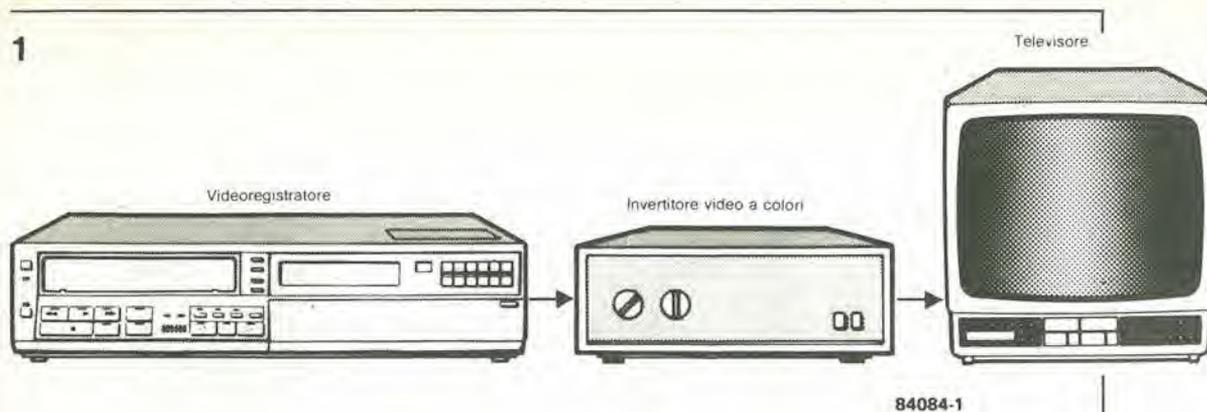

Figura 1. Se collegato tra un registratore video ed un televisore, l'invertitore può essere usato per ottenere effetti "curiosi" sullo schermo.
L'accordatura di uno strumento musicale viene effettuata alla frequenza fondamentale, cosicché se, per esempio, deve essere accordata una corda di un pianoforte, la sua frequenza fondamentale viene confrontata con la frequenza emessa dall'oscillatore di riferimento del diapason. Questo procedimento origina due problemi: (1) l'onda fondamentale deve essere estratta per filtrazione dal suono composto generato dalla corda del pianoforte e, (2), il comparatore di frequenza funziona esclusivamente con onde rettangolari, perciò la nota dovrà essere convenientemente convertita. Un tipico suono composto è illustrato nella parte alta della Figura 1; la metà inferiore di questa figura mostra gli impulsi rettangolari che risultano quando il suono viene applicato ad un circuito di trigger. La serie irregolare di
Figura 1. Il suono della musica consiste in una miscela della frequenza fondamentale con determinate armoniche, e la composizione di questa miscela differisce da uno strumento all'altro. Un circuito di trigger converte il segnale in una serie irregolare di impulsi rettangolari.
Un esempio di trasformatore di bilanciamento è illustrato in Figura 1: nella parte 1a, questo componente consiste in due spezzoni di cavo d'antenna a piattina, mentre in 1b vengono usati due spezzoni di cavo coassiale. In entrambi i casi, gli spezzoni di cavo sono lunghi un quarto della lunghezza d'onda, e sono collegati in parallelo ad una estremità ed in serie all'altra. Le due proprietà più importanti di un simile balun sono la trasformazione dell'impedenza e la trasformazione della
Figura 1. Qui è illustrato il principio del trasformatore di bilanciamento: (a) usando un cavo bilanciato e (b) usando un cavo coassiale. Z è l'impedenza caratteristica del cavo usato.
L'impiego dell'invertitore per la modifica delle immagini nella registrazione video è illustrato in Figura 1. Il vostro apparecchio preferito potrà per esempio, essere impiegato per funzionare come parte della vostra discoteca di casa. Tutto ciò che dovrete fare è di registrare qualche adatto concerto ed attivare l'invertitore durante la riproduzione di certi passaggi.